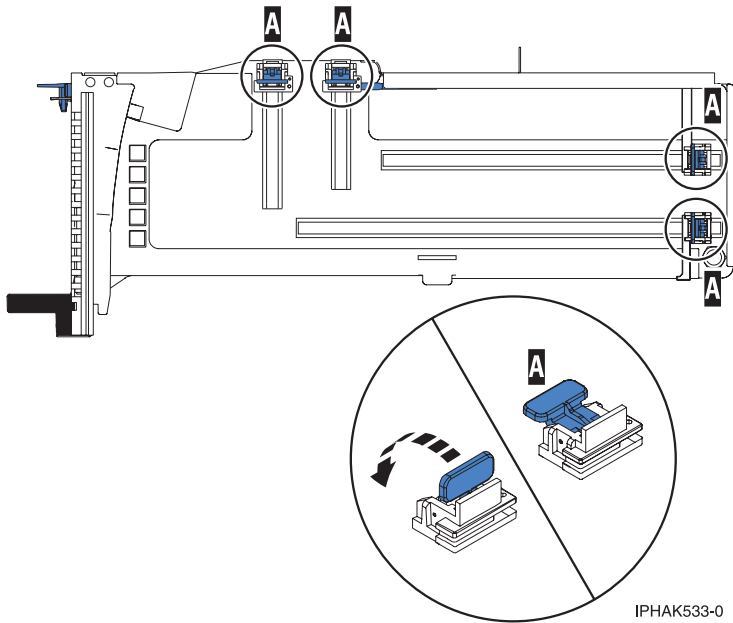

Figure 100. Crochets de retenue de l'adaptateur de carte dans une cassette
- a. Vérifiez que tous les crochets de retenue de carte sont repoussés vers les bords de la cassette pour permettre l'installation de la carte. Voir figure 100, à la page 99.